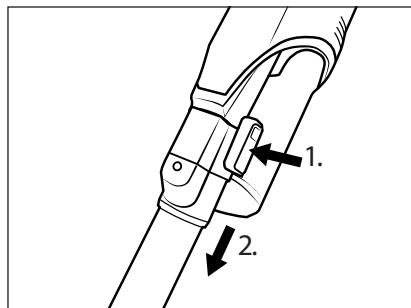

Fig. 11
- ◆ Per rimuovere il tubo di aspirazione 23 dall'apparecchio, tenere premuto il tasto di sblocco del tubo di aspirazione 24 e sfilare il tubo di aspirazione 23 dall'apertura di aspirazione dell'apparecchio (vedere fig. 11).